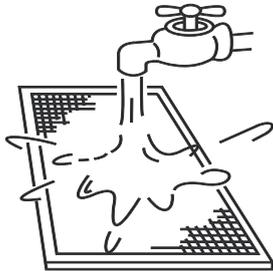

Abbildung 12.4
- b. Die Lufteintrittsseite sollte bei Verwendung von sauberem Wasser nach unten zeigen. (Siehe Abb. 12.4).